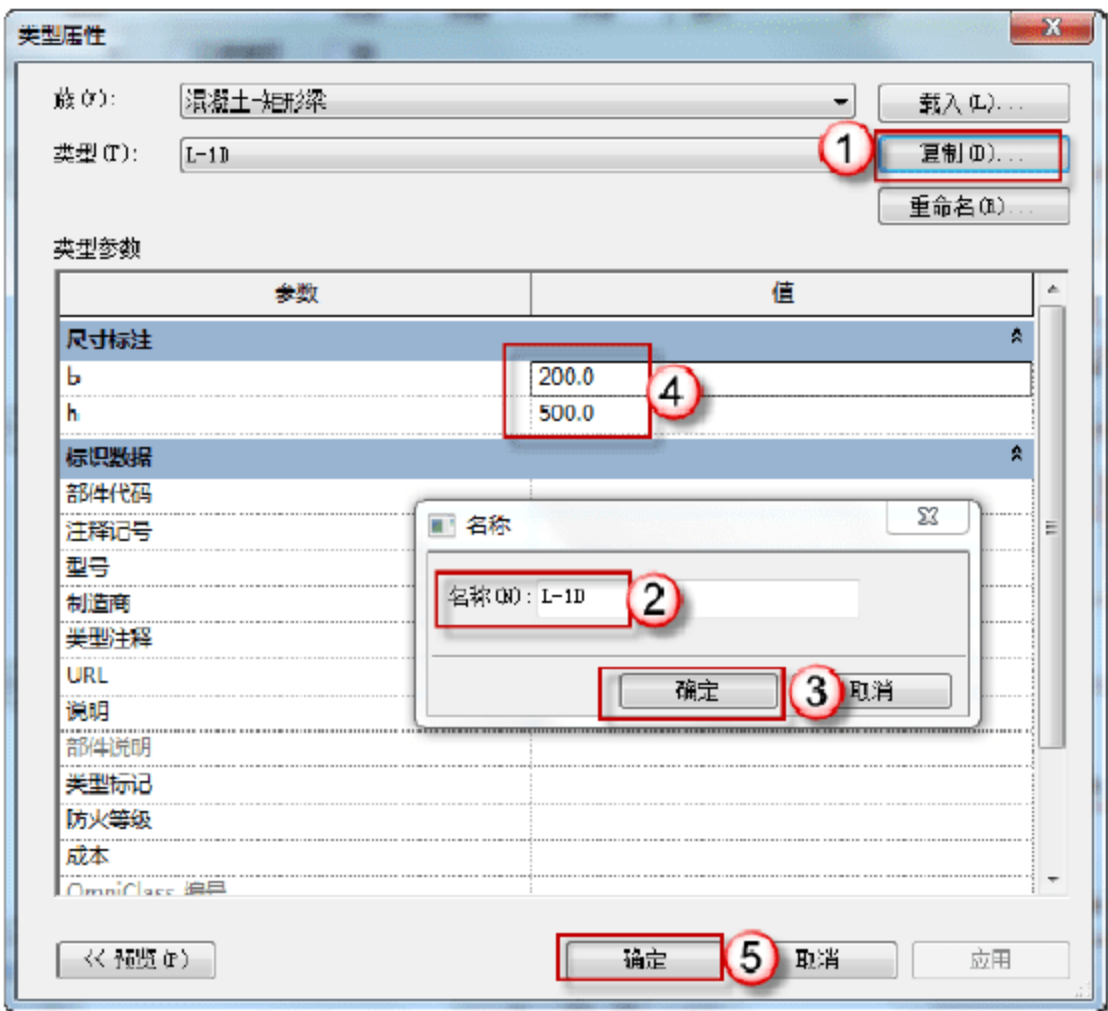

图 3.2.48 编辑 L-1D 信息
(24) 设置 L-1D。选择“结构”→“梁”→“编辑类型”命令，在弹出的“类型属性”对话框中，单击“复制”按钮，在弹出的对话框中输入 L-1D，单击“确定”按钮。在“尺寸标注”栏中输入 b、h 的尺寸，单击“确定”按钮，如图 3.2.48 所示。